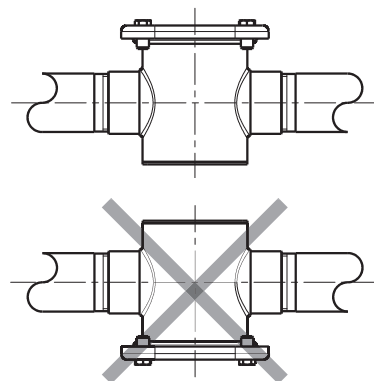

fig. 1
- La valvola può essere installata in posizione orizzontale (Fig. 1) con il coperchio di chiusura rivolto verso l'alto, inclinata con un massimo di 90°, mai con il coperchio verso il basso.